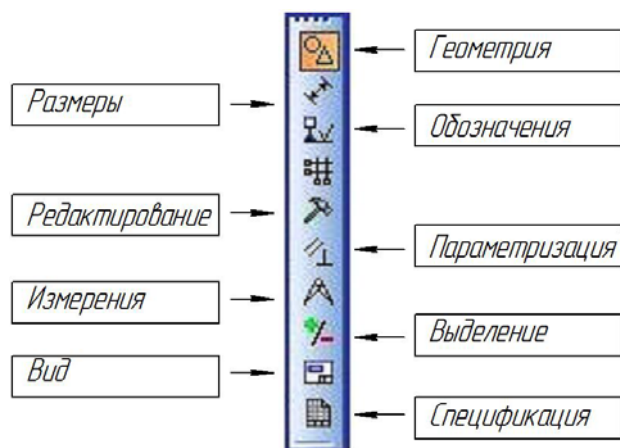

Рис. 1.3. Панель переключения *Компактная*
- Панели переключения режимов работы («Компактная»). На ней расположены кнопки переключения Инструментальных панелей, содержащих набор команд, сгруппированных по функциональному признаку (рис. 1.3).